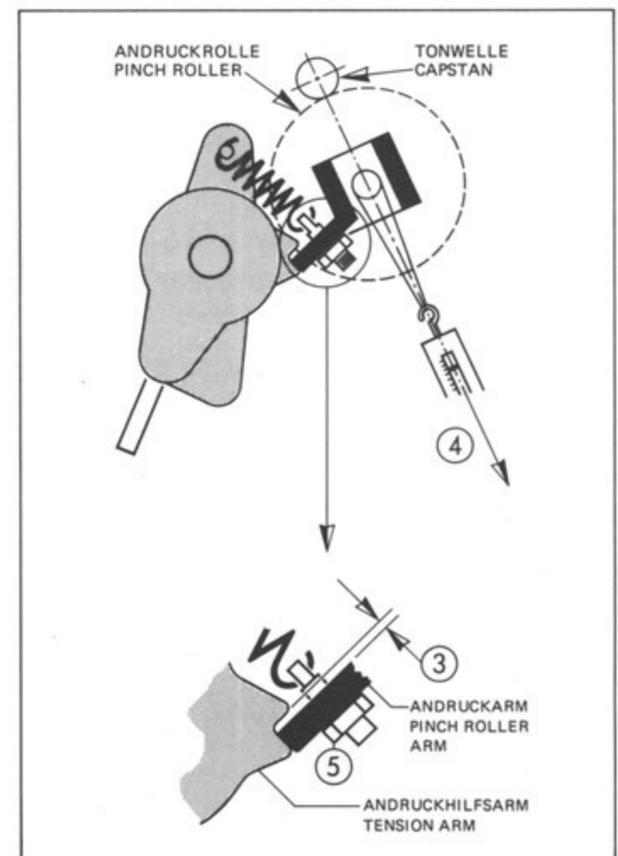

Fig. 3.3.4
Die Andruckkraft der Andruckrolle mit einer Federwaage (0-2,5kp) messen. Sie soll im Moment des Abhebens der Andruckrolle von der Capstanachse $1,6kp \pm 0,1kp$ betragen. Die Justierung erfolgt mit der Sechskantmutter (5) (SW 7) am Andruckarm (Fig. 3.3.4).
Measure pinching force of the pressure roller with a spring balance (0-2.5 kp). At the moment when the pressure roller lifts off the capstan shaft, it should measure $1.6kp \pm 0.1kp$. Correct the force by adjusting the hexagon nut (5) (SW 7) at the pressure arm (Fig. 3.3.4).
The clearance can be checked by manually pressing the pressure roller lightly against the capstan shaft and alternately pressing the PLAY and the STOP key (see Fig. 3.3.4).